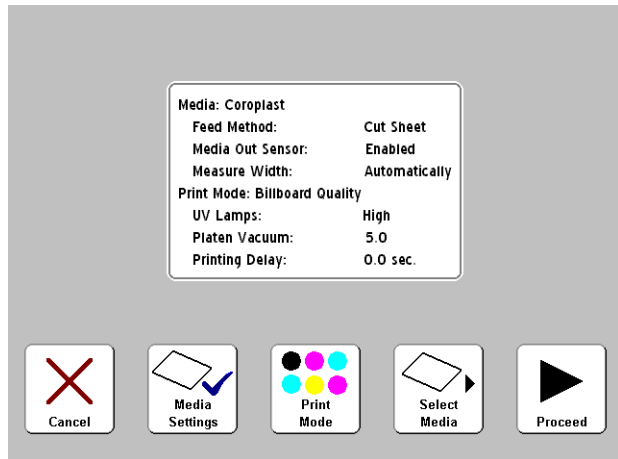

Fig. 2-1. Schermata Impostazioni supporto
- Se si preme un **nome di supporto**, viene visualizzato un elenco di impostazioni (vedere Fig. 2-1). Da questa schermata è possibile modificare le impostazioni del supporto, modificare la modalità di stampa, selezionare di nuovo il supporto o procedere al caricamento del supporto. Per caricare il supporto, premere il tasto ► (Procedi) e passare a "Caricamento e stampa su supporto rigido" a pagina 2-10 o "Caricamento e stampa su supporto alimentato a rullo" a pagina 2-15.